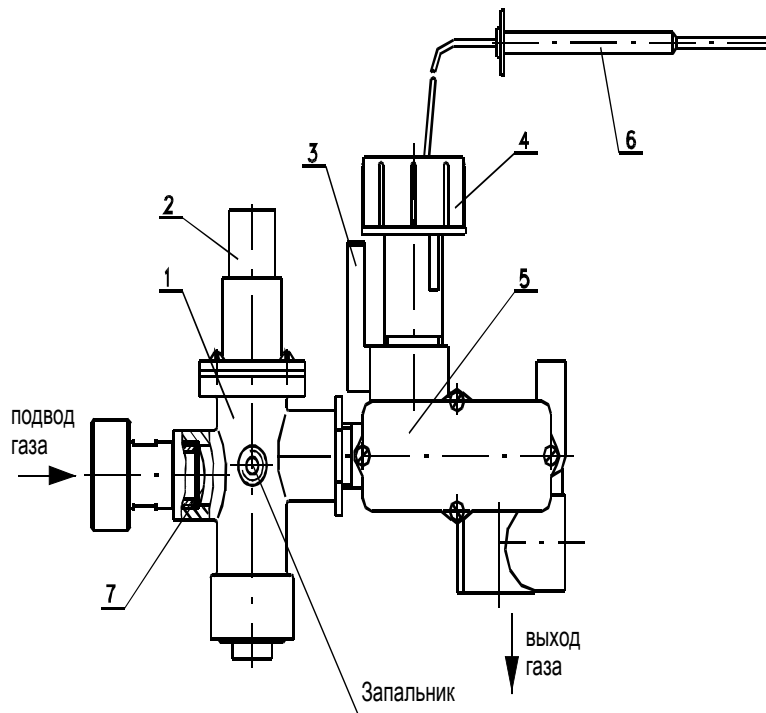

Рис. 2 Автоматика аппарата
4.2. Автоматика аппарата (Рис.2) состоит из клапана газового магнитного 1 (Рис.2), терморегулятора 5 (Рис.2), сильфона - термобаллона 6 (Рис.2) и служит для подачи газа к запальнику и горелке и автоматического отключения подачи газа при:
4.4. Терморегулятор 5 (Рис.2) предназначен для регулирования температуры воды в баке и состоит из узла «сильфон - термобаллон» 6 (Рис.2), установленного внутри бака аппарата, системы рычагов и клапана, расположенных в корпусе терморегулятора. На корпусе закреплена ручка регулировочная 4 (Рис.2), вращая которую относительно стрелки 3 (Рис.2) можно настраивать терморегулятор на температуру воды от 50 °С до 90 °С. Эта перемена температуры вызывается перемещением сильфона вверх (вниз) при вращении ручки регулировочной и его воздействием на рычажный механизм.
- нажимать кнопку пусковую 2 (Рис.2) и вращать ручку регулировочную температуры нагрева воды 4 (Рис.2) без надобности;
- настраивать ручку регулировочную 4 (Рис.2) на температуру выше 90 °;
6.11. Заполните трубу для установки сильфона - термобаллона 6 (Рис.2) машинным или автомобильным маслом (объем заливаемого масла ~ 6 см³).
6.19. При работе аппарата в летнее время только на ГВС, после прекращения забора горячей воды выключите основную горелку, повернув ручку регулировочную 4 (Рис.2) в положение "0" (Выключено).
6.21. При длительном отборе горячей воды рекомендуем: для повышения температуры и объема горячей воды предварительно установить ручку регулировочную 4 (Рис.2) на температуру 80 °С ÷ 85 °С и закрыть вентиль 10 (Рис.4) на магистрали обратной воды 7 в системе отопления. После окончания забора горячей воды открыть вентиль 10 на магистрали обратной воды 7 для восстановления циркуляции воды в системе отопления и установить ручку регулировочную 4 (Рис.2) на требуемую температуру.
7.3.2. Нажмите пусковую кнопку 2 (Рис.2) до отказа и, удерживая ее, нажмите на кнопку пьезорозжига 11 (Рис.1). Запальник должен загореться.
7.3.3. Плавно поверните ручку регулировочную 4 (Рис.2) на цифру 1 или 2. Основная горелка должна загореться. Если горелка не загорелась, а запальник погас, повторите зажигание не ранее, чем через 5 мин.
7.3.5. Поворотом ручки регулировочной 4 (Рис.2) установите требуемую температуру нагрева воды.
В случае необходимости перевода ручки регулировочной 4 (Рис.2) с имеющейся температуры на более низкую, при разнице температур более 20 °С, для исключения возможного повреждения узла «сильфон – термобаллон» 6 (Рис.2), необходимо сначала перевести ручку регулировочную на температуру ниже на 15 – 20 °С. После остывания воды в баке до этой температуры, повторно перевести ручку регулировочную на температуру ниже на 15 – 20 °С.